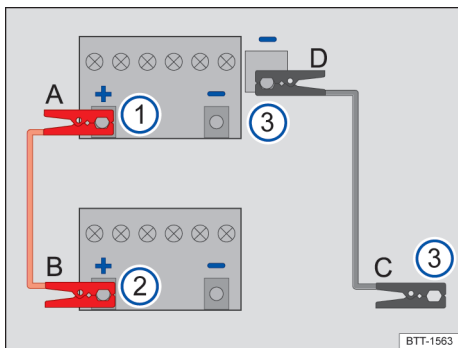

图 131 应急启动 - 电缆连接示意图
→ 图 131 的图例：
仅按照顺序 A - B - C - D 连接应急启动电缆 → 图 131。
- 将红色应急启动电缆的一端连接到 12V 汽车蓄电池 → 图 131 ① 电量耗尽的车辆的正极（+）上 → .
- 将红色应急启动电缆的另一端连接到供电车辆 → 图 131 ② 的正极（+）上。
- 将黑色应急启动电缆的一端连接到应急启动接点（接地端） → 图 131 ③ 上。
- 将黑色应急启动电缆的另一端连接到 12V 蓄电池电量耗尽的车辆 → 图 131 ③ 上。→ .
- 仅按照顺序 **D - C - B - A** 断开启动辅助电缆 → 图 131。